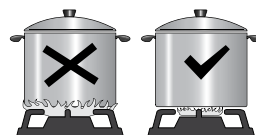

Fig. 4
- Procure deixar as chamas de modo que fiquem inteiramente cobertas pelo fundo da panela, obtendo assim um melhor aproveitamento da energia (fig. 4).